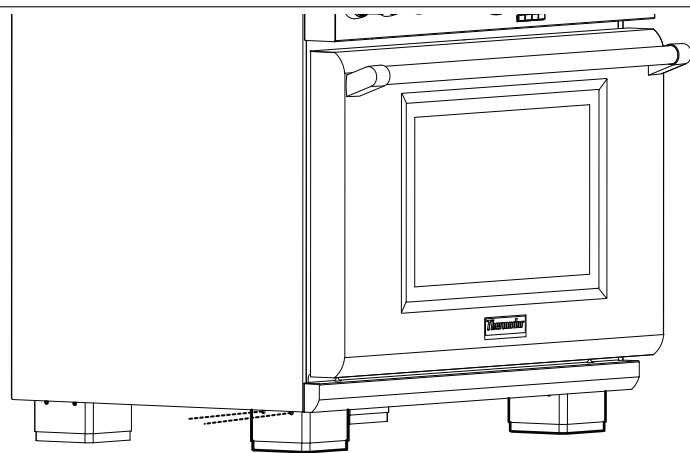

Figure 22 : Recouvrements des pattes installés
1. Enlevez les recouvrements des pattes. Pour ce faire, faites glisser la manche extérieure des recouvrements de pattes vers le bas, en enlevant les encoches extrudées de la base en aluminium (voir *Figure 22*).